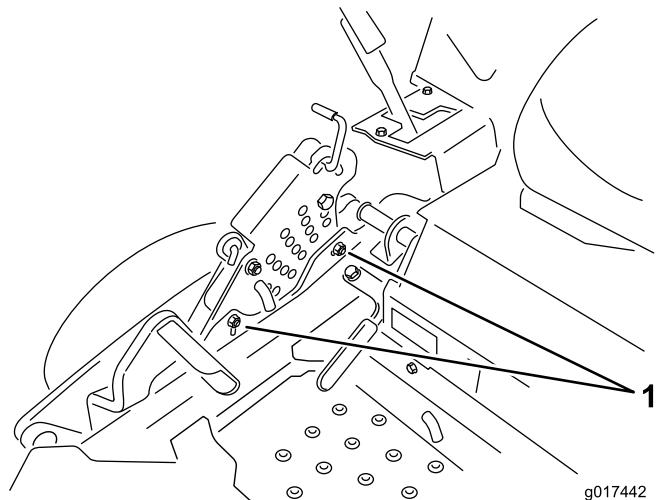

図 72
12. シングルポイントの調整を行うには、刈高プレートの底部にあるボルト 2 本をゆるめる。図 72 を参照。
14. 刈高プレートの底部にあるボルト2本を締め付ける(図72)。27-33 ft-lb (37-45 N·m) = 3.7-4.5 kg·m)にトルク締めする。